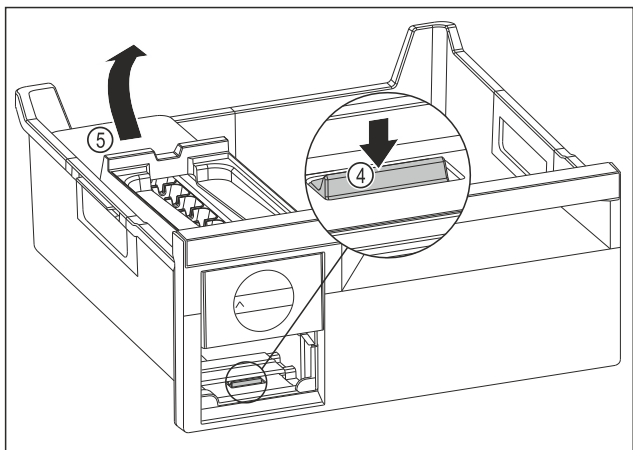

Fig. 172
- ▶ EasyTwist-Ice-rungon poistaminen: Paina kieleke Fig. 172 (4) sormella alas ja nosta samanaikaisesti toisella kädellä EasyTwist-Ice-runko Fig. 172 (5) takaa ylöspäin.